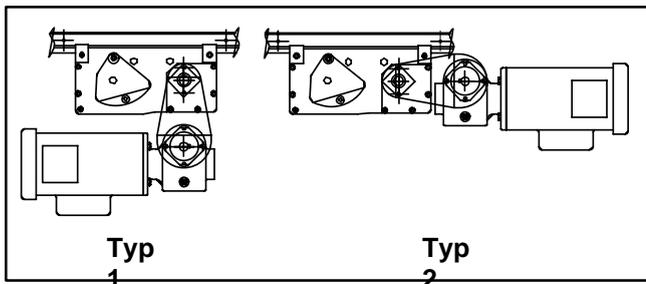

Abbildung 2
**HINWEIS:** Installationspaket vom Typ 1 siehe unten links, Abbildung 2. Installationspaket vom Typ 2 siehe unten rechts, Abbildung 2.